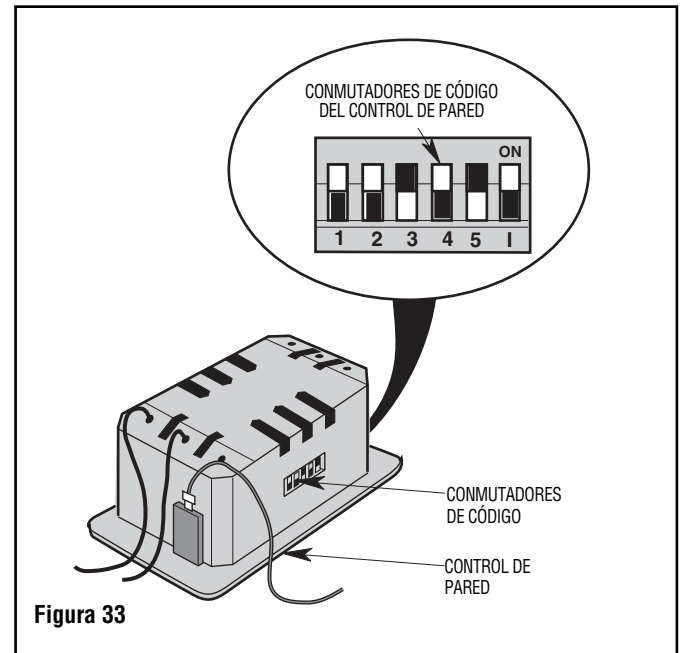

Figura 33
Su control de pared tiene conmutadores de código que se deben ajustar en una de las 32 combinaciones posibles de códigos (Figura 33). Las cinco palancas (numeradas 1, 2, 3, 4 y 5) ubicadas en los conmutadores están ajustadas de fábrica en la posición de encendido (ON) (hacia arriba). Cambie los ajustes de los conmutadores de la siguiente manera: